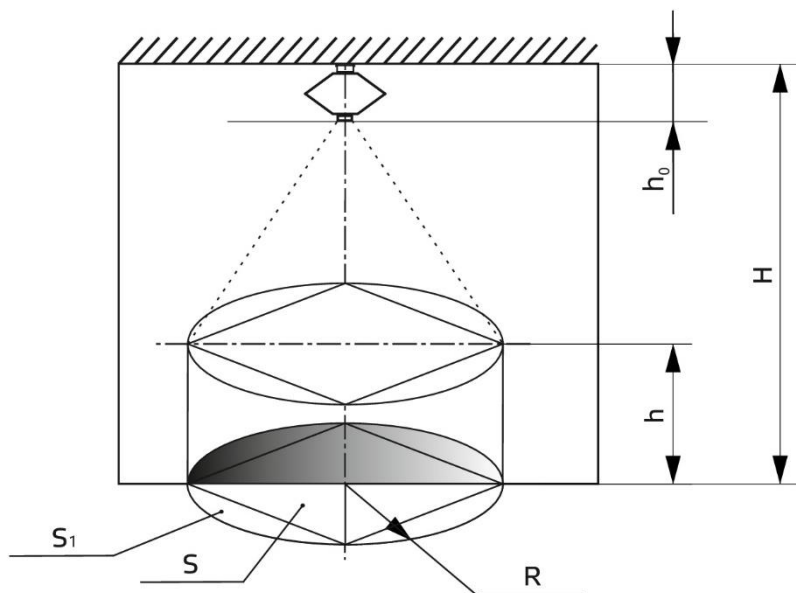

Рис. 1. Размещение МПП «Гарант-5» при тушении очагов пожара класса «А» и «В» на защищаемой площади и в объеме.
- 1. Защищаемая площадь имеет форму круга, с размещением выпускного узла модуля над его центром (рис. 1).